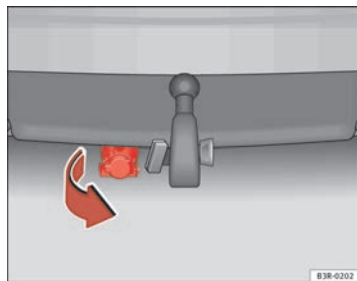

Fig. 169 Paraurti posteriore: Abbassare la presa di corrente del rimorchio
- Per poter collegare i cavi del rimorchio, abbassare la presa di corrente che si trova sotto il paraurti posteriore ⇒ fig. 169.